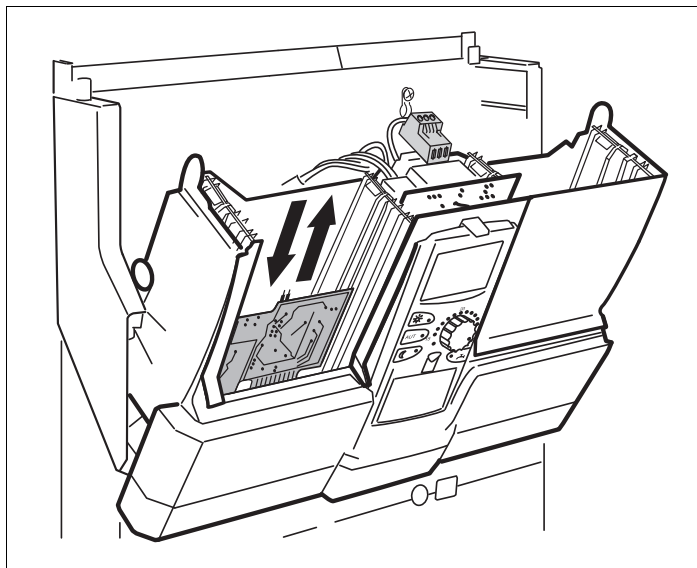

Рис. 11 Замена модуля FM451/FM455
- ▶ Выньте расположенную под ним плату – модуль FM451/FM455 (→ рис. 11).